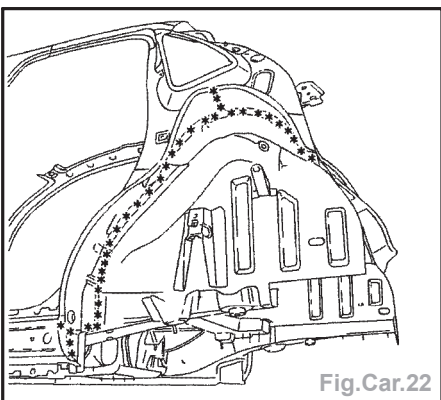

Fig.Car.22
- Dégraffer les points à l'aide d'une fraise de  $\varnothing$  8 mm (Fig.Car.22).
- Souder par points électriques et cordon MAG (Fig.Car.22).